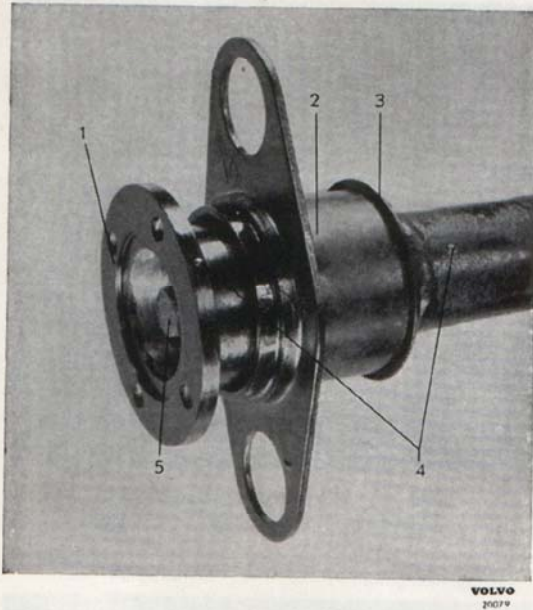

Bild 5. Märkning av axel och medbringare.
1. Märk axel och medbringare med körnslag så att montering i samma läge kan ske, (4, bild 5).
2. Tag bort skruven (5) och brickorna som håller medbringaren (1) vid axeln och drag av medbringaren med verktyg SVO 2261 (SVO 4068 kan även användas).
3. Lagerhuset (2) med lager kan nu dragas av.